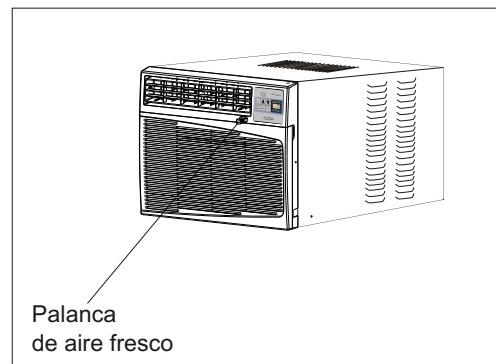

Fig.16
**Ventilación de aire fresco** se rá a mantener en la posición cerrado. Usando sólo para limpiar humos y/o olores de la habitación, tire a comenzar. Vea la Fig.16.